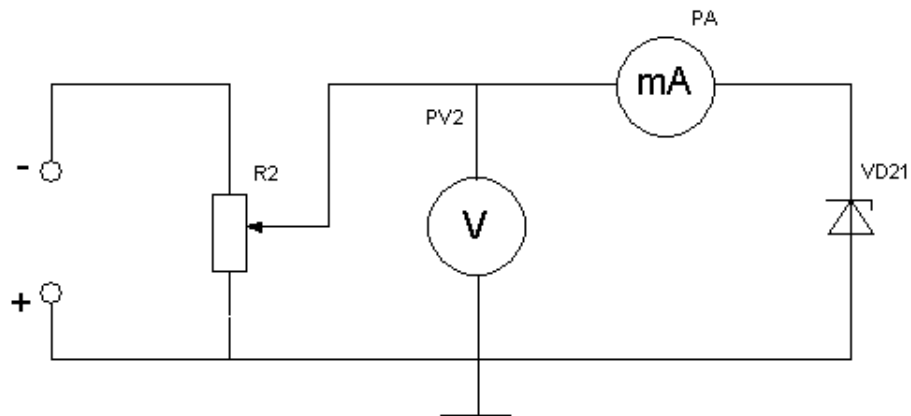

Рисунок 3.2. Исследование полупроводникового стабилизатора при обратном включении
6. Собрать схему (см. рисунок 3.2)
При снятии обратной характеристики опорного диода по схеме рисунок 3.2 необходимо изменить напряжение источника питания от 2.5 до  $U_{ст}$ . Вблизи  $U_{ст}$ . Напряжение менять через 1В. Ток стабилизации не должен превышать 30 мА